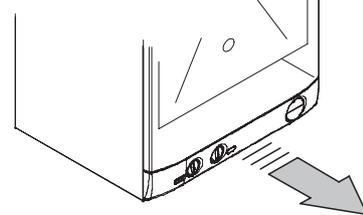

Figura 4.5
- Estrarre frontalmente il pannello comandi per accedere alla morsetteria di alimentazione (Figura 4.5).